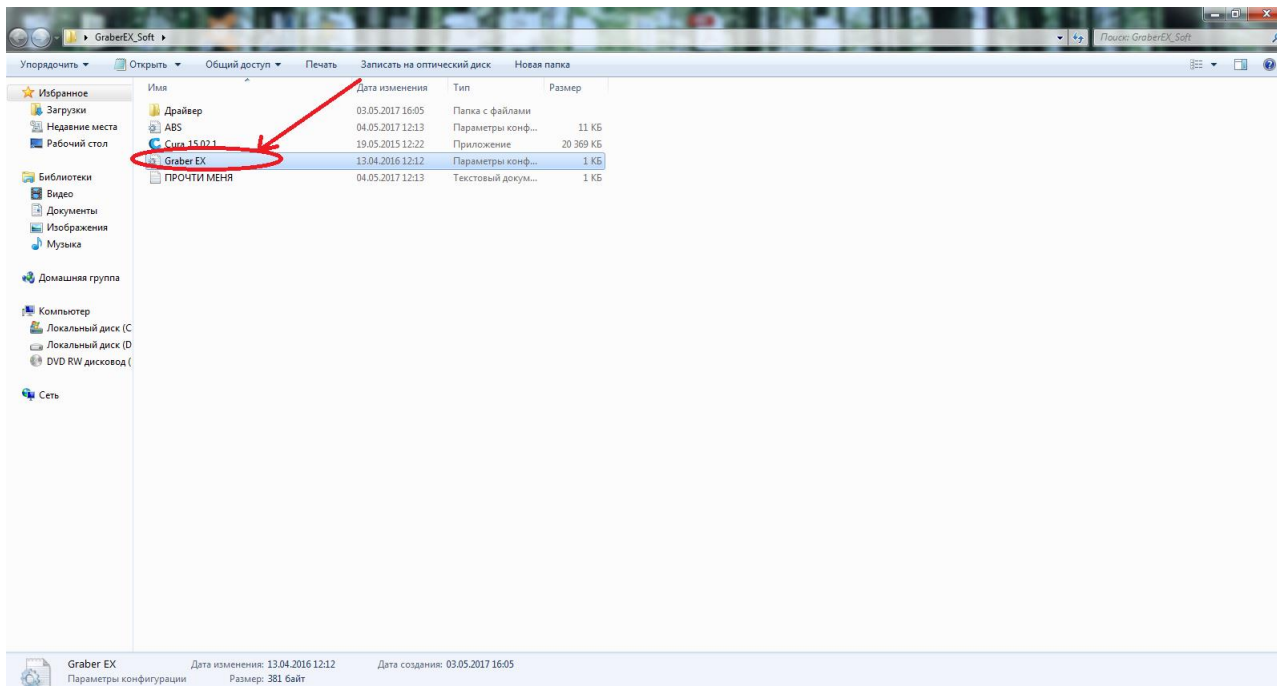

Рисунок 13. Копирование файла профиля «GraberEX.ini»
- 13) Скопируйте файл профиля «GraberEX.ini» из папки «GraberEX_Soft» в папку C:\Program Files (x86)\Cura_15.02.1\resources\machine_profiles, рисунок 13 и 14